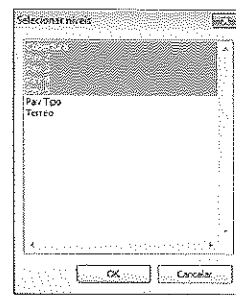
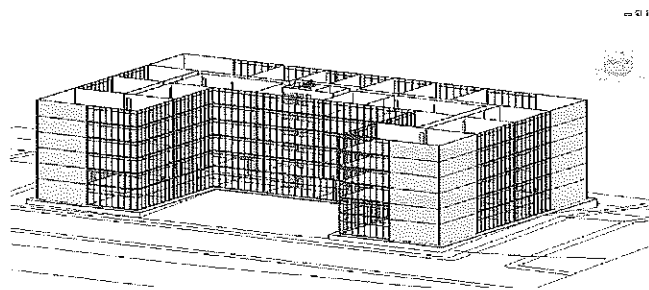

Figura A.88 – Seleção dos pavimentos para cópia.
Figura A.89 – Pavimento copiado.
15. Agora, vamos copiar o grupo para os outros pavimentos. Selecione o grupo; na aba **Modificar grupos de modelo**, no painel **Área de transferência**, clique em **Copiar para área de transferência**. Em **Colar** selecione **Colar alinhado com níveis selecionados**. Na janela que se abre, selecione os pavimentos **Pav 2 a Pav 5**, como na Figura A.88, e clique em **OK**. Seu projeto deve ficar como a Figura A.89.